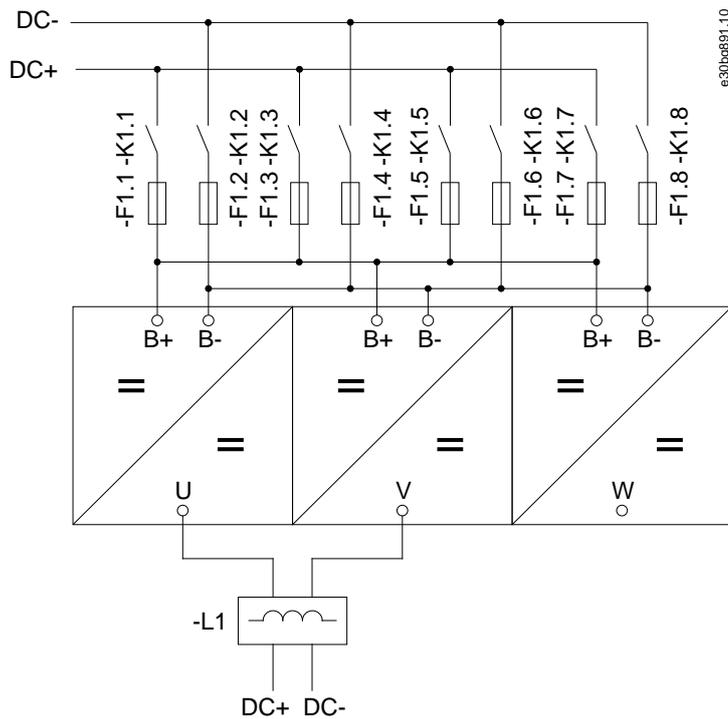

図 29: 入力ヒューズ付き（8 点）筐体サイズ CH64 の基本配線図
- NXP1640～NXP2300、筐体サイズ CH64、図 29 をご参照ください。
- NXP1700、筐体サイズ CH64、図 29 をご参照ください。